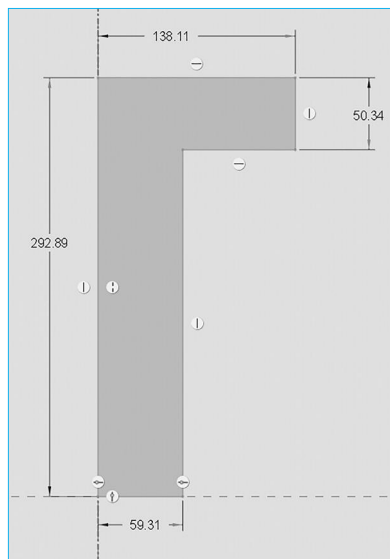
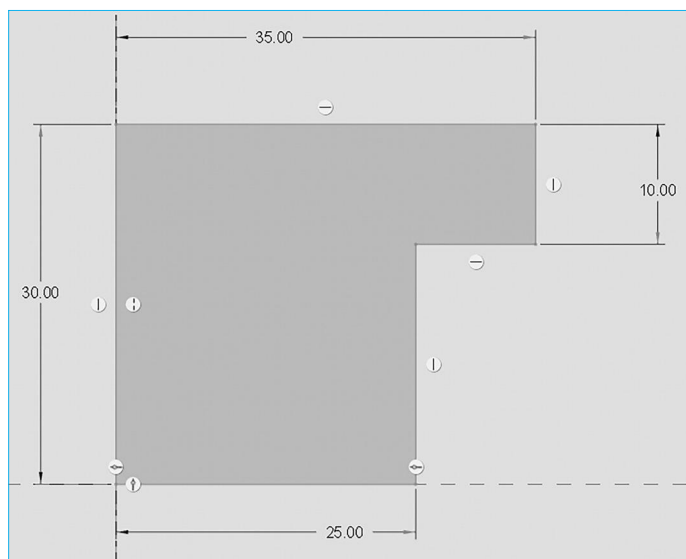
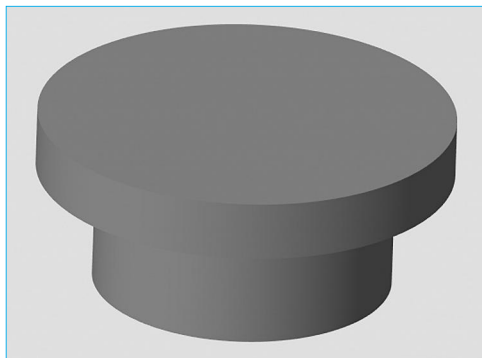

图 2-16 草图图样
图 2-17 修改尺寸后的草图曲线
图 2-18 旋转效果
(1) 进入草绘界面。执行  **旋转** 命令，选中 FRONT 基准面为草绘平面，单击视图控制工具条中的  按钮，摆正视图。
(2) 旋转得到实体特征。单击  **中心线** 按钮，绘制竖直中心线做为旋转轴，单击  **线** 按钮，绘制需要区域，草图图样如图 2-16 所示。单击  按钮，根据图样参数进行标注。选中所有参数，单击  **修改** 按钮，打开修改尺寸对话框，去掉 ☒ **重新生成(R)** 前面的勾选，依次输入对应参数，单击 **确定** 按钮完成尺寸修改，修改尺寸后的草图曲线如图 2-17 所示。单击  按钮，单击  完成旋转操作，如图 2-18 所示。